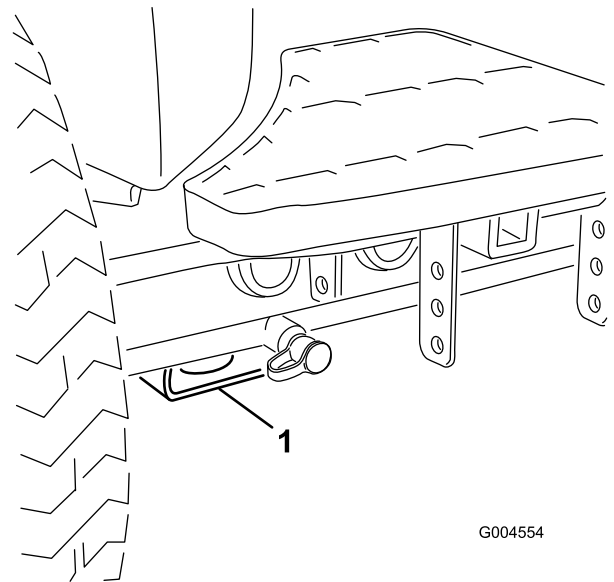

Figura 42
- Delantero – bloque rectangular, debajo del tubo del eje, al interior de cada rueda delantera (Figura 42).